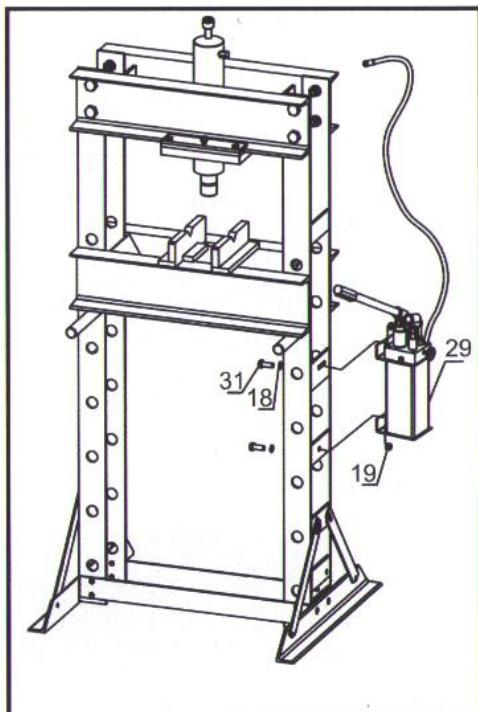

Рис. 5
Воспользуйтесь схемой стенда (рис. 5), списком деталей и схемой сборки, приведенной в данной инструкции, разложите все детали по порядку и установите их предназначение перед сборкой.
6. Закрепите насос (29) на стойке болтами (31) и шайбами (18). См. рис. 5.